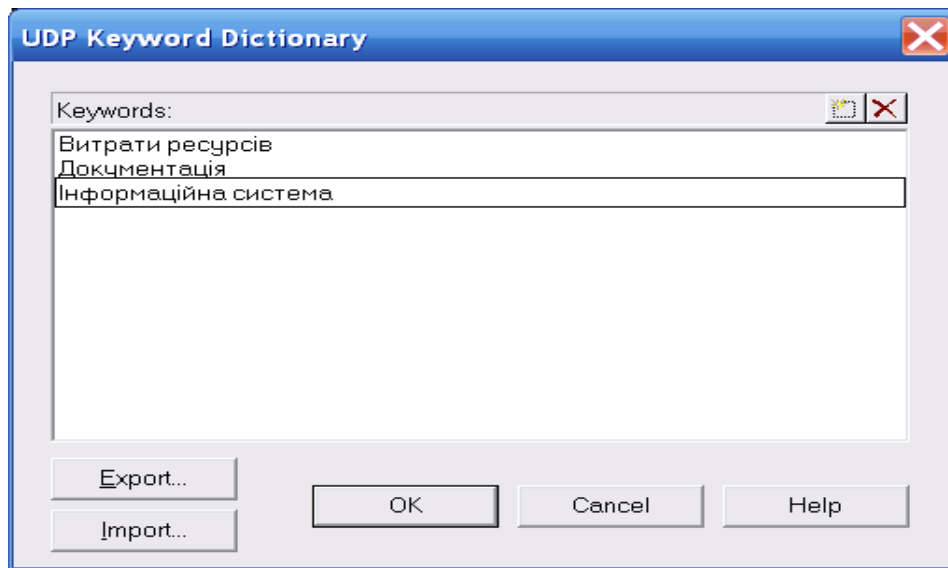

Рис. 13.4. Словник ключових слів UDP
7. Перейдіть в меню *Dictionary / UDP Keywords* і в діалог *UDP Keywords List* внесіть такі ключові слова *UDP* (рис. 13.4):